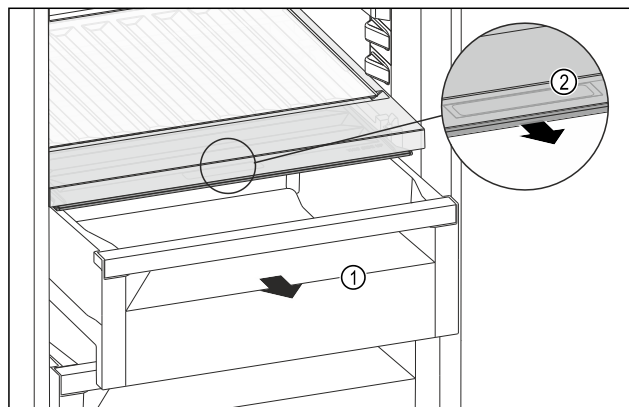

Fig. 158
- ▶ Zásuvku Fig. 158 (1) vytáhněte.
- ▶ Uchopte prohlubeň pro rukojeť Fig. 158 (2) na víko zásuvky a současně zatáhněte za víko zásuvky směrem dopředu.